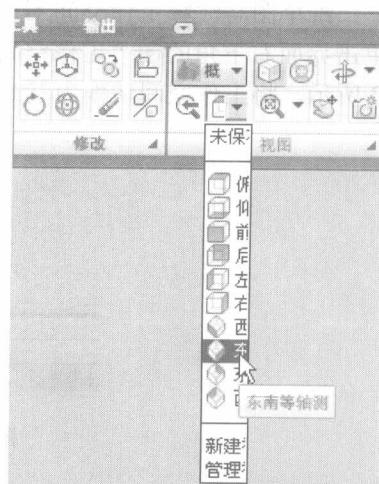

图 1-6 选择“东南等轴测”选项
**6** 在“默认”选项卡中“视图”面板中的“视图”下拉选项栏中选择“东南等轴测”选项，如图 1-6 所示，使用东南等轴测视图。